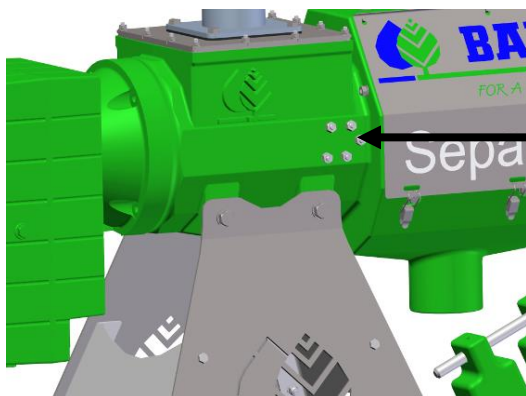

Fig.13-16 : Vis de raclage
6. Desserrer les contre-écrous des vis de raclage et tourner ces dernières d'un tour dans le sens inverse des aiguilles d'une montre, voir Fig. 13-16.